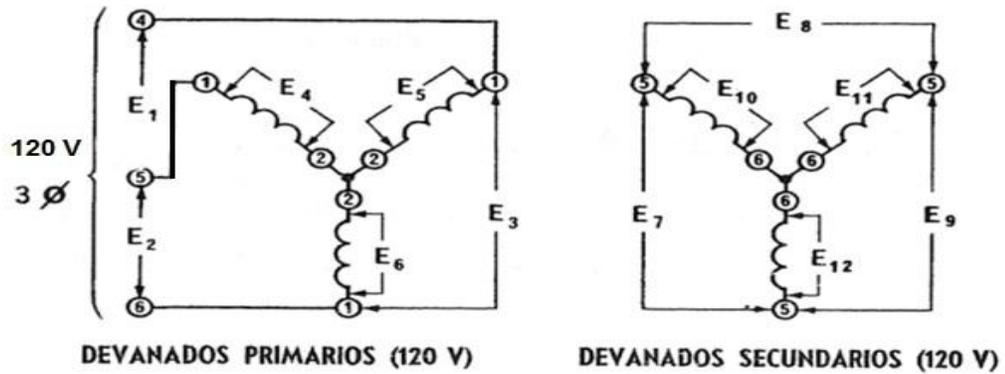

Figura 4.1
1. a) El circuito que aparece en la figura 4.1. tiene tres transformadores conectados en una configuración _____
c) Conecte el circuito tal y como se indica en la figura 4.1.